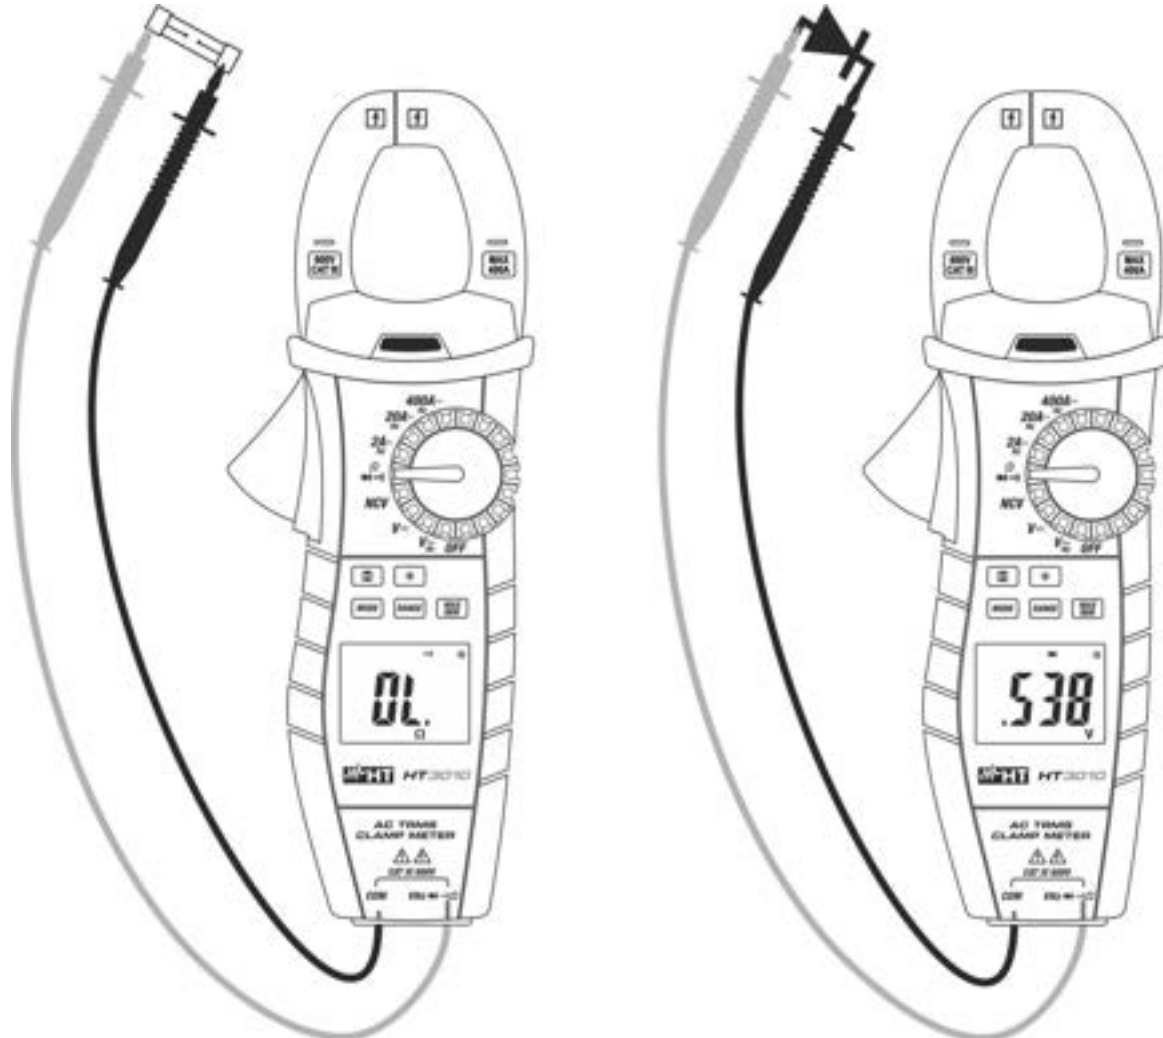

Fig. 7 : Utilisation de l'instrument pour test de Continuité et Test des Diodes
3. Insérer le câble rouge dans l'entrée du jack **VΩHz $\rightarrow \rightarrow \rightarrow$** et le câble noir dans l'entrée du jack **COM** et exécuter le test de continuité sur l'objet sous test (voir la Fig. 7 - partie gauche). L'alarme émet un signal sonore si la valeur de résistance mesurée est inférieure à 30Ω environ.
5. Connecter l'embout rouge à l'anode de la diode et l'embout noir à la cathode en cas de mesure de polarisation directe (voir la Fig. 7 – partie droite). Inverser la position des embouts en cas de mesure de polarisation inverse.